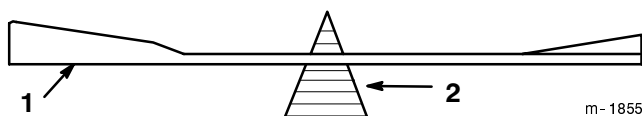

Figure 25
2. Vérifiez l'équilibre de la lame en la plaçant sur un équilibreur (Fig. 25). Si la lame reste horizontale, elle est équilibrée et peut être utilisée. Si la lame est déséquilibrée, limez un peu le dos de la lame. Vérifiez de nouveau et répétez la procédure jusqu'à ce que la lame soit équilibrée.